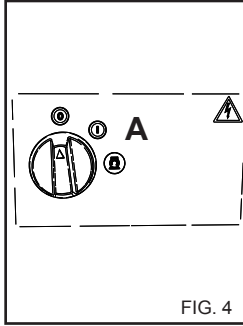

FIG. 4
2) Schalten Sie den Hochdruckreiniger aus, indem Sie den Einschalter auf "0" (fig. 4) stellen.